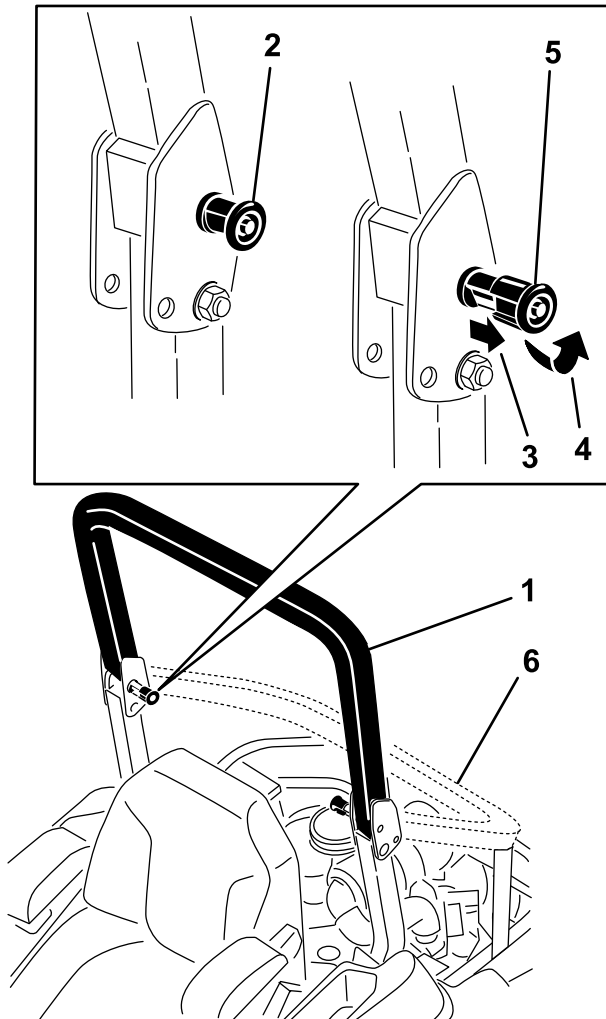

Figure 8
2. Tirez sur les deux boutons et tournez-les à 90 degrés pour les désengager (Figure 8).
3. Faites pivoter l'arceau de sécurité à la position abaissée (Figure 8).
1. Levez l'arceau de sécurité à la position d'utilisation et tournez les boutons de sorte à les déplacer partiellement dans les rainures (Figure 8).
2. Redressez complètement l'arceau de sécurité tout en poussant sur la partie supérieure; les goupilles s'engagent en position quand les trous sont en face (Figure 8).